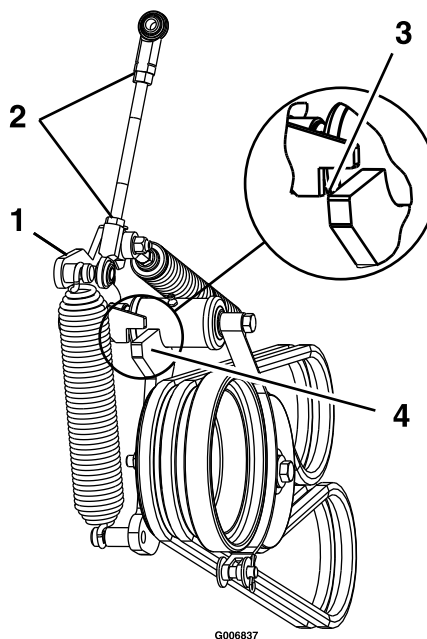

Figura 60
12. Allentate i controdadi e regolate la tiranteria fino a quando la parte superiore del braccio di rinvio non è allineata con la parte inferiore della scanalatura sul braccio di tensione, come illustrato nella Figura 60.